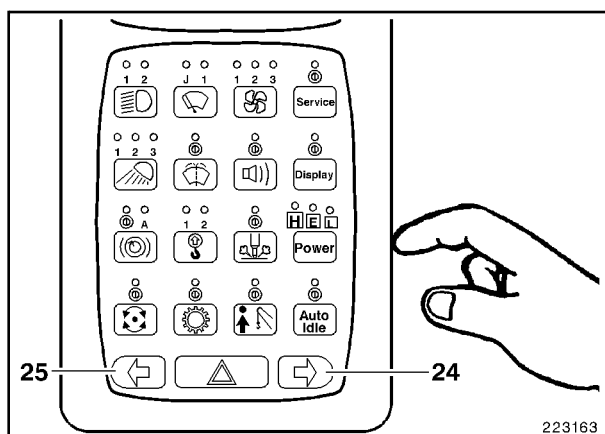

Fig. 5
- Pulsar la tecla (24, Fig. 5) cinco veces, con cada impulso la indicación (A) se aumentará en uno.
- Pulsar la tecla (25) cinco veces, con cada impulso la indicación (A) contará uno al revés. El bloqueo de arranque ahora está desactivado. Se puede poner en funcionamiento la máquina.